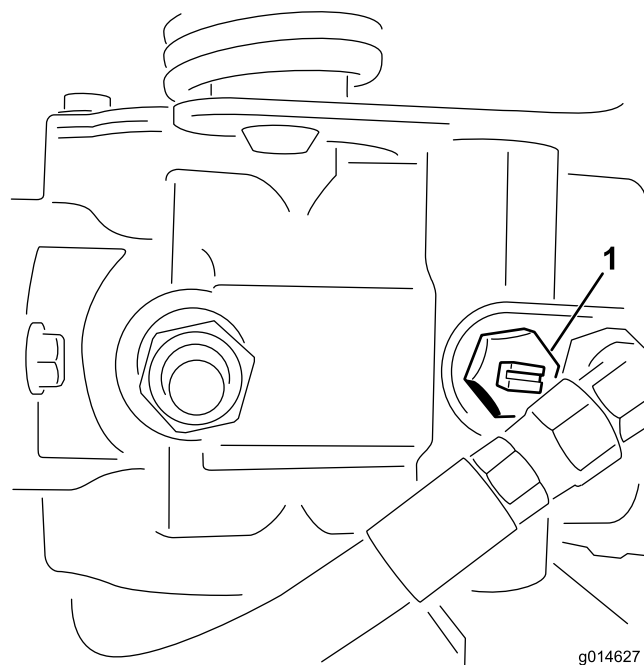

图41
1. 找到并旋转泵上的旁通阀，使槽处于垂直位置（图 41）。
2. 启动发动机之前，旋转旁通阀，使槽处于水平位置，这样就可以关闭旁通阀（图41）。旁通阀打开时，切勿启动发动机。